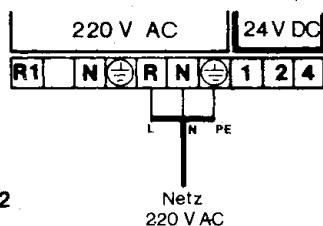

Bild 12
- Anschlußkabel an den Klemmen R, N und \oplus anschließen (s. Bild 12).